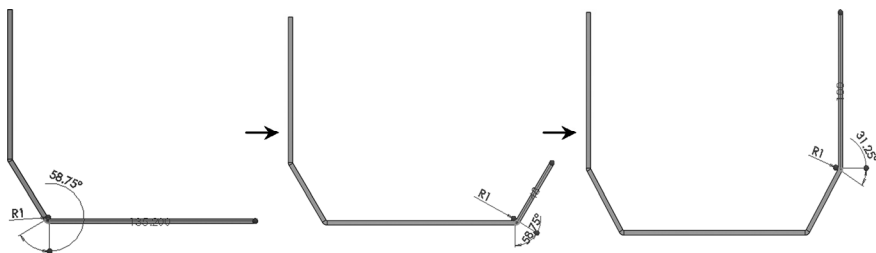

图 6-6 连续3次创建边线法兰操作
STEP 3 通过与**STEP 2**相同的操作，以相同的“法兰位置”和“法兰长度”，顺序创建长度分别为130.2mm、48mm和100mm，“法兰角度”分别为 58.75° 、 58.75° 和 31.25° 的边线法兰，如图6-6所示。